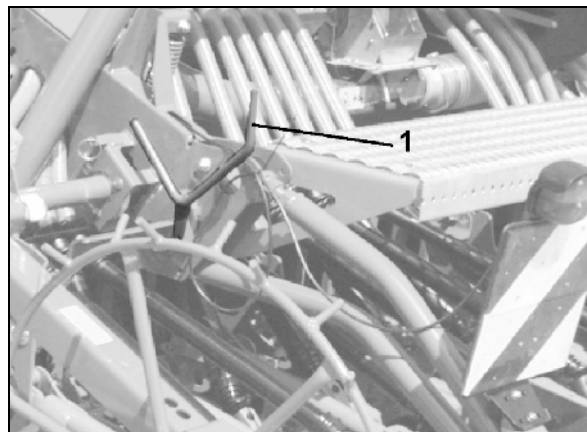
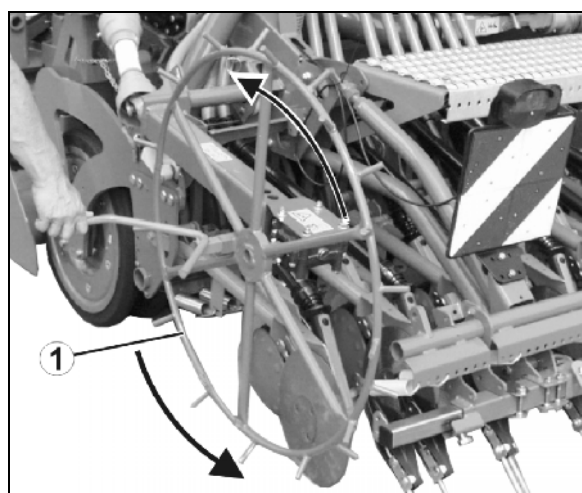

Fig. 114
Fig. 115
2. Ta sveiven (Fig. 114/1) ut av transportstillingen.
4. Stikk sveiven (Fig. 114/1) inn i sporhjulet (Fig. 115/2).